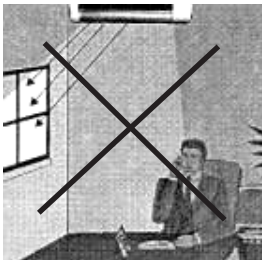

Abb. 3: Korrekte Platzierung des Strahlers
- ▶ Beachten Sie die Position des Strahlers. Der integrierte Thermostat sollte möglichst nicht durch Umgebungseinflüsse wie Sonneneinstrahlung oder Windzug beeinflusst werden (siehe Abb. 3).